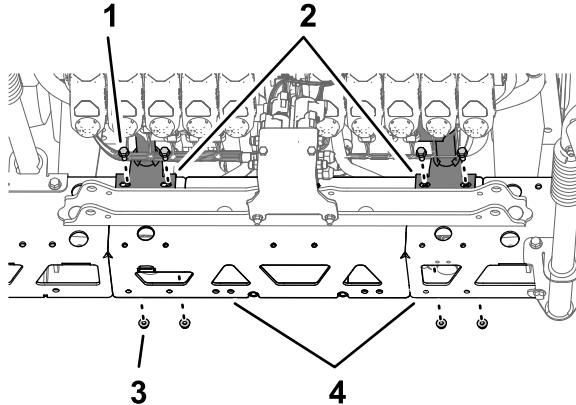

**Bild 109**
2. Fluchten Sie die Löcher in der Befestigungshalterung der Ventilbefestigung mit den Löchern im Trägerrahmen des mittleren Sprühabschnitts aus (Bild 109).
3. Befestigen Sie die Ventilbefestigung mit vier Schrauben (5/16" x 3/4") und vier Sicherungsbundmuttern (5/16") am Trägerrahmen (Bild 109 und Bild 110).